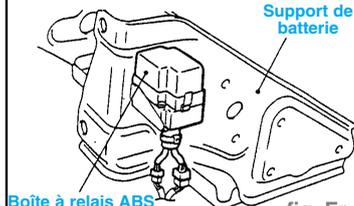

fig. Fr. 27
- Débrancher le connecteur de la boîte à relais ABS et vérifier la continuité du côté du connecteur (fig. Fr. 27 et 28).